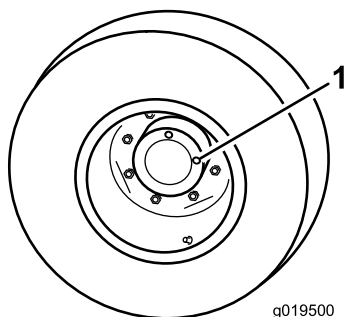

Figura 89
1. Con la macchina parcheggiata su terreno pianeggiante, posizionate la ruota in modo che un tappo di controllo si trovi a ore 12 e l'altro a ore 3 (Figura 89).
1. Tappo di controllo/spurgo (2)
2. Rimuovete il tappo a ore 3 (Figura 89).